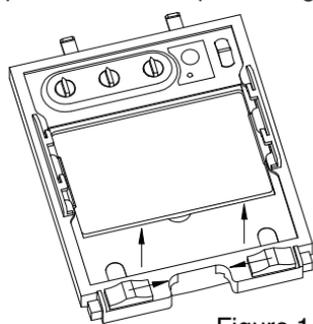
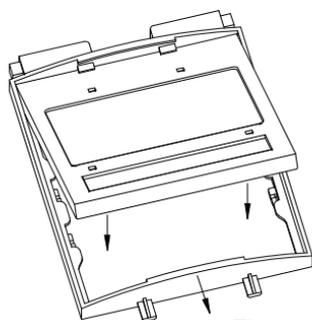

Figure 1
Figure 2
**Changement de la Lentille Transparente de Protection Frontales:** changer la lentille de protection frontale si elle est endommagée. Retirer l'ensemble du support de l'ADF selon la Figure 1. Retirer la lentille de protection frontale de l'ensemble du casque. Ôter soigneusement le joint de la lentille de protection. Installer une nouvelle lentille de protection dans le joint et monter le tout sur la coquille du casque. Prendre soin de monter la lentille de protection et le joint dans la coquille du casque de la même façon qu'ils ont été retirés.
**Changement de la Cartouche de Teinte:** retirer l'ensemble de l'ADF de la coquille du casque. Voir la Figure 1 pour le retrait. Plier l'extrémité supérieure du support de l'ADF pour permettre le retrait de la cartouche de l'ADF du Bâti. Installer la nouvelle cartouche de l'ADF dans le bâti selon la Figure 2 ci-dessous. Vérifier que la cartouche de l'ADF soit correctement insérée dans le support de l'ADF, tel qu'illustré. Installer l'ensemble du support de l'ADF dans la coquille du casque.